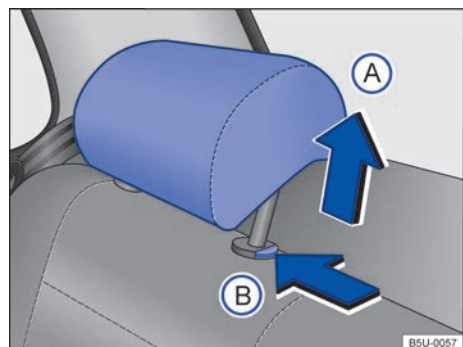

Fig. 41 Ajustar el apoyacabezas trasero.
- Empujar el apoyacabezas hacia arriba en el sentido de la flecha ⇒ fig. 41 (A) o con la tecla ⇒ fig. 41 (B) presionada, empujar hacia abajo ⇒ ▲.